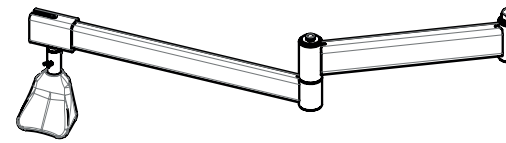

fig.14
For fitting the additional Helper (Z) arm on the Tecnolight, proceed as indicated on fig.14:
- Assemble the bush of the Helper (Z) arm with the supplied screw and washer on the pin (N) of 202190.
Pour monter le bras supplémentaire Helper (Z) sur le Tecnolight, procéder comme indiqué dans la figure 14:
- Emboîter la douille du bras Helper (Z) par la vis et la rondelle en dotation, sur l'axe (N) du 202190.
Um den zusätzlichen Helper-Arm (Z) am Tecnolight einzubauen, laut Abb. 14 vorgehen:
- Verkeilen Sie die Buchse des Helper-Arm (Z) mit der gelieferten Schraube und Scheibe am Stift (N) des 202190.